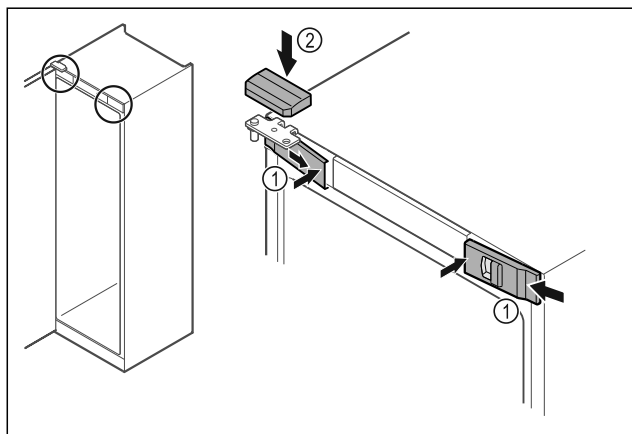

Fig. 33
- ▶ Enganchar las cubiertas delanteras Fig. 33 (1) lateralmente y encajar el interior.
- ▶ Encajar la cubierta superior Fig. 33 (2) desde arriba.